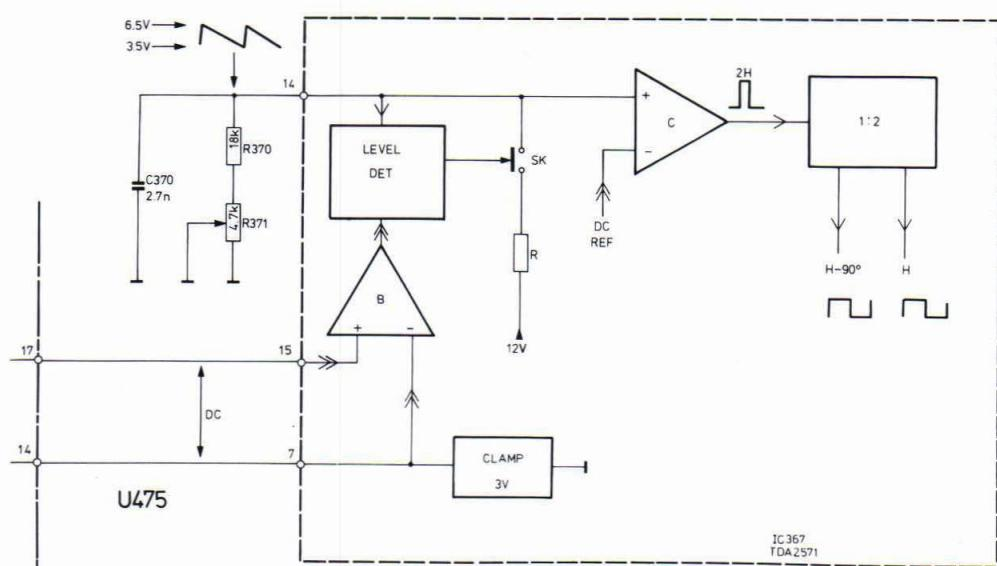

Fig. VIII-4
3. De lijnoscillator en de 2-deler (Fig. VIII-4)